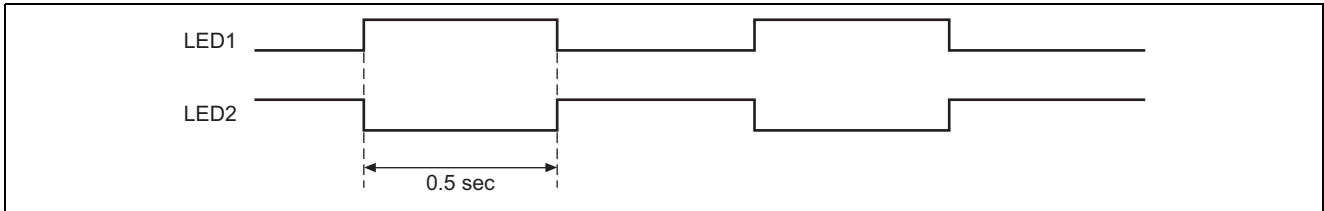

図 1 LED 点滅動作
- (1) 図 1 に示すように、ポートに接続した 2 つの LED を交互に点灯/消灯させます。
- (2) 点灯、および消灯の時間はタイマ A 時計用タイムベース機能を使用して 0.5sec に設定します。
- (3) LED1 はポート 9 の P92 出力端子に、LED2 は P93 出力端子に接続されているものとします。
- (4) P92 は、大電流ポートです。